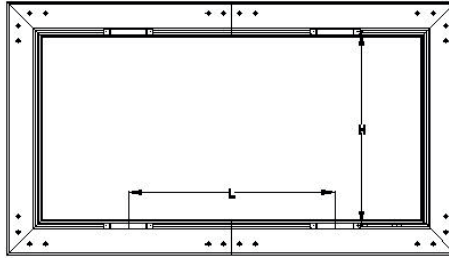

Imagen 14
1. Monte dos suspensores de pared (I) por cada sección horizontal del marco (A). Asegúrese de que los colgadores estén uniformemente espaciados a lo largo (según la fig. 14) y orientados entre sí.